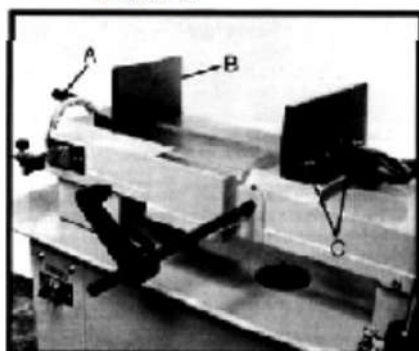

Рис. 7
1. Открутите болты крепления (С, Рис. 7).